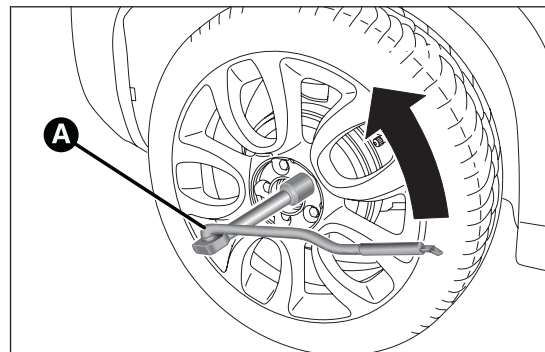

fig. 144
- prendre la clé A fig. 144 et desserrer d'un tour environ les vis de fixation. Pour les versions dotées de jantes en alliage, secouer la voiture pour faciliter le détachement de la jante du moyeu de roue ;
- introduire la clé A fig. 144 de façon à détendre le cric jusqu'à ce que la partie supérieure B s'insère correctement sur le longeron C (au niveau du signe figurant sur le longeron) ;